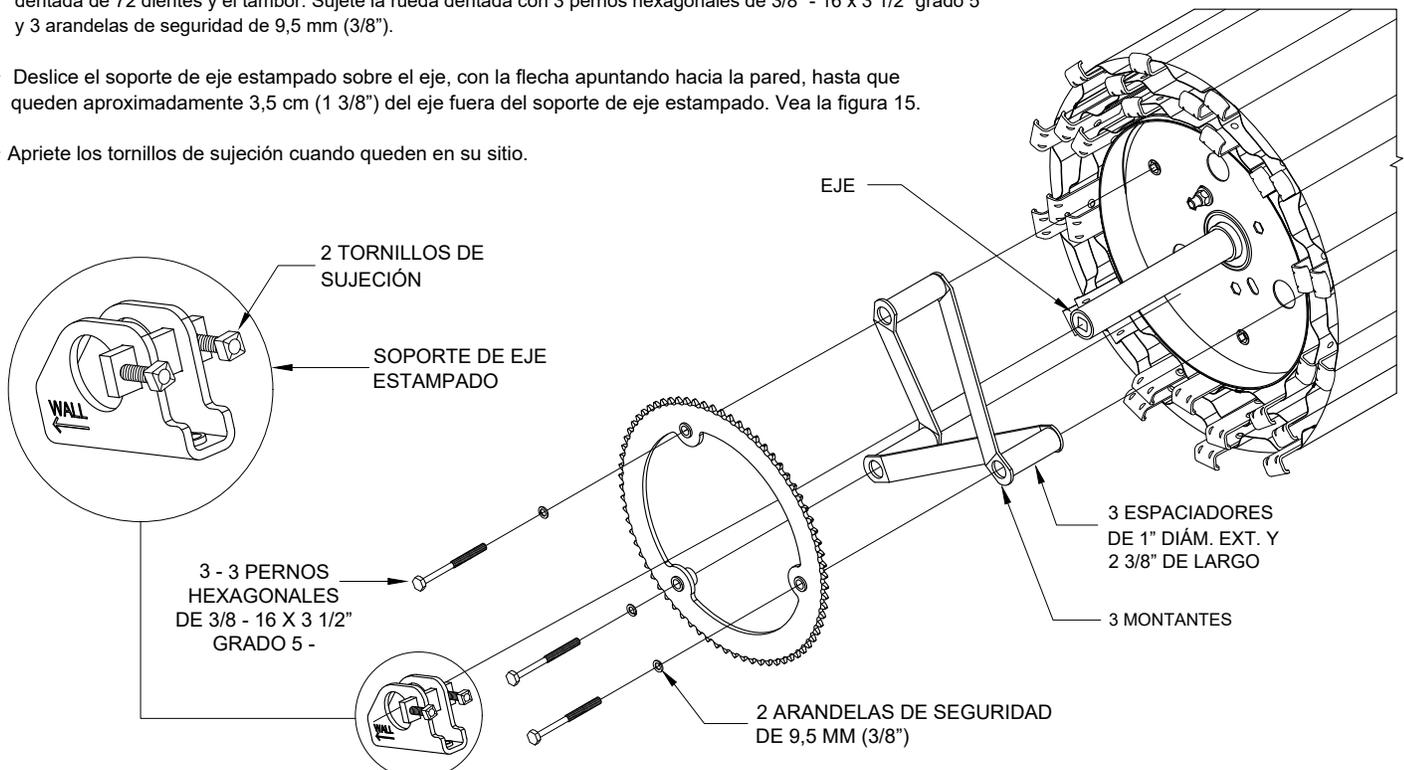

FIGURA 15: KIT DE OPERADOR ELÉCTRICO A CONJUNTO DE TAMBOR
- ⇨ Deslice el soporte de eje estampado sobre el eje, con la flecha apuntando hacia la pared, hasta que queden aproximadamente 3,5 cm (1 3/8") del eje fuera del soporte de eje estampado. Vea la figura 15.